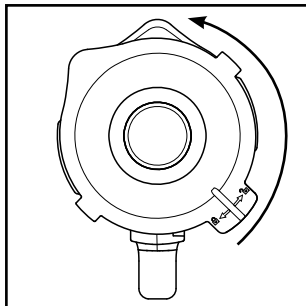

Fig. 1
- 2) Retire la tapa **2**; para ello, gírela en sentido antihorario hacia la posición  (consulte la fig. 1) hasta que pueda extraerse hacia arriba.